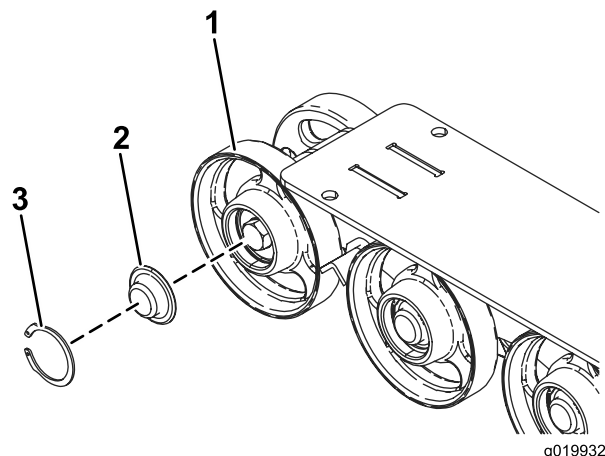

Figure 49
3. Déposez le jonc d'arrêt et le chapeau d'un galet de roulement (Figure 49).
4. Vérifiez la graisse sous le chapeau et autour du joint (Figure 49). Si elle est encrassée, granuleuse ou en quantité insuffisante, enlevez toute la graisse, remplacez le joint et ajoutez de la graisse neuve.
6. Placez le chapeau de galet de roulement sur la tête du boulon (Figure 49).
7. Fixez le chapeau avec le jonc d'arrêt (Figure 49).